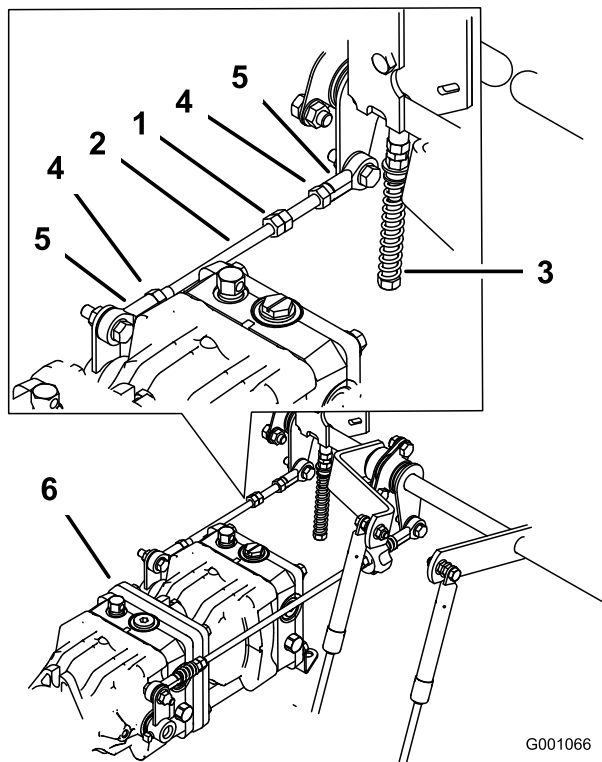

Figure 73
1. Desserrez les contre-écrous sur les rotules de la tige de commande de la pompe (Figure 73).
3. Réglez la longueur de la tige de pompe en tournant les doubles écrous dans le sens voulu, jusqu'à ce que la roue soit immobilisée ou tourne légèrement en marche arrière (Figure 73).
6. Serrez les contre-écrous contre les rotules (Figure 73).